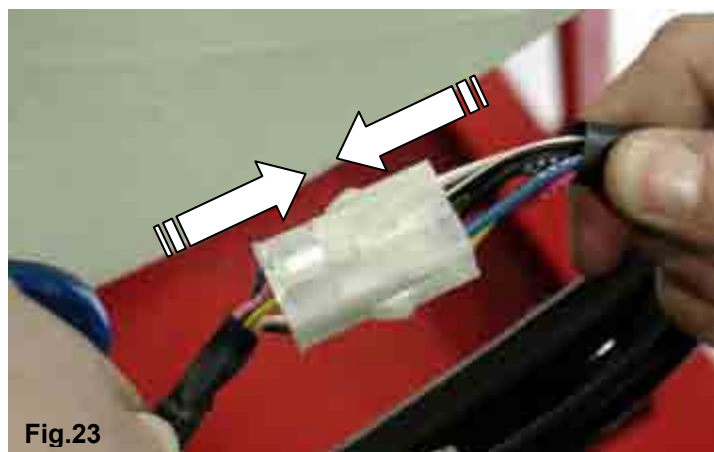

Fig.23
**2.9.5** –CONNECT THE TERMINAL FROM THE IGNITION WITH THE 8 POLES TERMINAL ON THE HARNESS (SEE FIG.23).